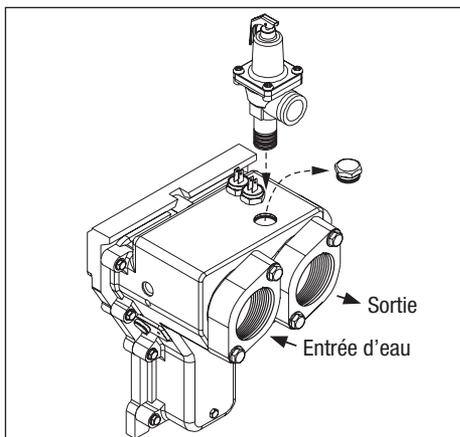

Figure 22. Installation de vanne de décharge de pression.
1. Retirer le bouchon de laiton 3/4 po sur le dessus du collecteur d'entrée/sortie, voir la figure 22.